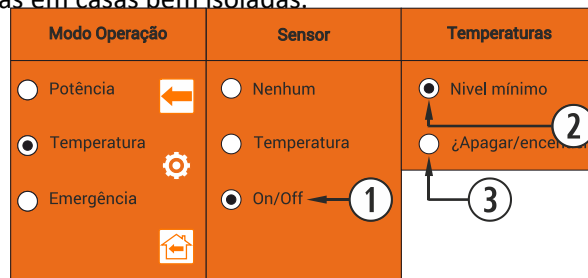

Figura 32
①	Usuário liga estufa manualmente.
②	Temperatura objetivo seleccionada no menu principal.
③	$\Delta TC1$ por padrão 1°C (ver figura 32).
④	Muda ao nível 1 (mínimo).
⑤	Muda ao nível 9 de funcionamento.
⑥	$\Delta TC_{OFF}$ Deferência de temperatura para apagado.
⑦	Desligamento de estufa por temperatura ambiente.
⑧	$\Delta TC_{ON}$ Deferência de temperatura para ligar o dispositivo.
⑨	Ligamento por demanda de temperatura.